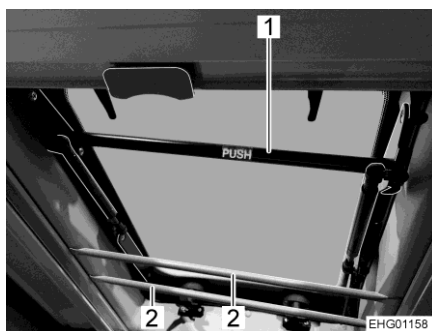

Bild 17 Bakruta (inifrån)
Det finns två stänger (Bild 17,2), som fungerar som fallskydd när bakrutorna är öppna.
- Ta tag i den svarta greppstången (Bild 17,1) i den övre delen av fönstret och öppna fönstret med en svängningsrörelse utåt och uppåt.
- Ta tag i den svarta greppstången (Bild 17,1) och sväng tillbaka fönstret till utgångsläget.